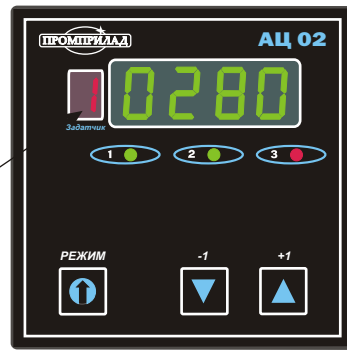

Рисунок 1
- а) Для предотвращения отключения электроустановки и прибора после включения (в случае превышения установленных ранее задатчиков), в течение 2 секунд после подачи напряжения необходимо нажать кнопку "РЕЖИМ" и зайти в режим установки задатчиков. После чего прекращается индикация текущего значения силы тока. При этом на ЦИ индицируется указатель номера задатчика (первая меньшая декада ЦИ) и значение соответствующего задатчика (Рисунок 1).